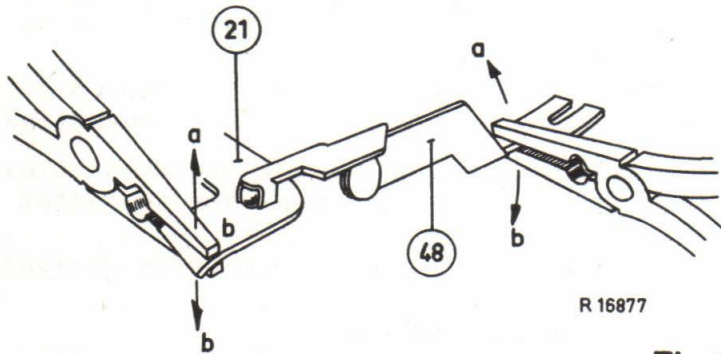

Fig.22
K. HEFBOOM 48 (zie fig.22)
Eventueel instellen door de gaffel 48 iets in de gewenste richting te verbuigen (zie fig.22).